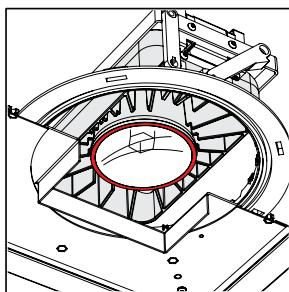

fig. 16
- b. Para colocar la óptica en la posición de regresión profunda, empuje la misma directamente hacia arriba. El motor de luz se bloqueará magnéticamente en su lugar (consulte la fig. 16).